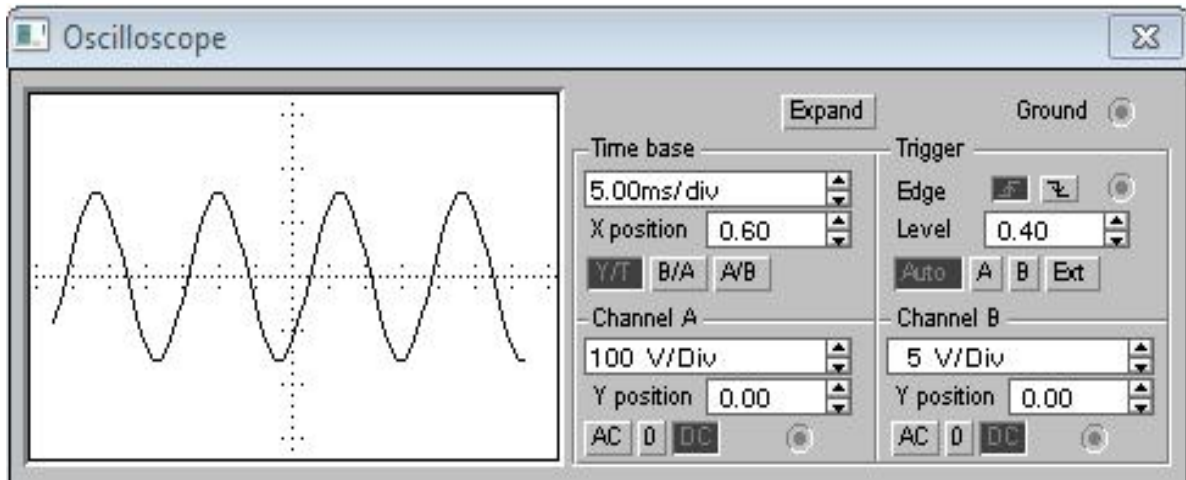

Рисунок 4.12 – Змінення поточного потенціалу точки, що з'єднана з виводом каналу А.
2. Викликати лицеву панель осцилографа. Для того щоб процеси, які перебігають у досліджуваній схемі, відображалися наочно, необхідно змінити масштаби координатних осей (рис. 4.12).